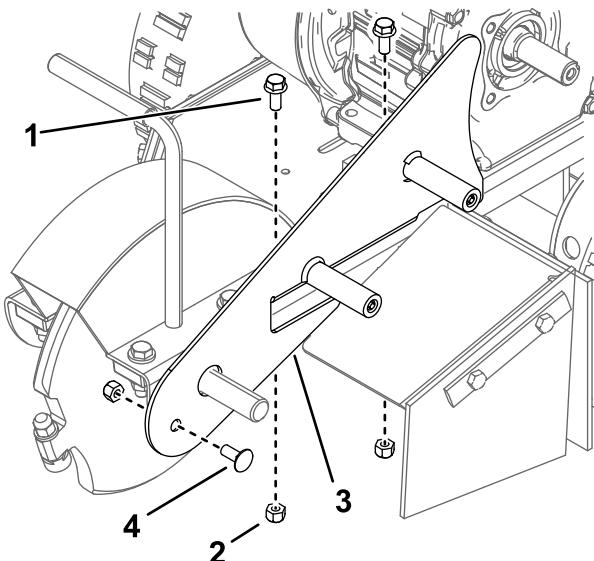

**Figura 7**
1. Coloque un conjunto de cojinete en el eje en ambos lados de la rueda de corte, y siga las instrucciones suministradas con los conjuntos de cojinete (Figura 7).
2. Sujete los cojinetes al bastidor de la máquina con 4 pernos ( $\frac{3}{8}" \times 1\frac{1}{2}"$ ), 8 arandelas ( $0.40" \times 0.81" \times 0.11"$ ) y 4 contratuerca ( $\frac{3}{8}"$ ), como se muestra en la Figura 7. Apriete a  $60\text{--}76\text{ N}\cdot\text{m}$  (44–56 pies-libra).